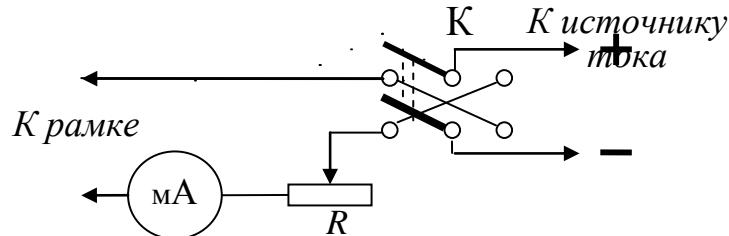

Рис. 7.2.
где  $N$  - число витков в рамке,  $I$  - сила тока, протекающего в рамке,  $L$  - длина стороны рамки. Рамка подключается к выпрямителю при помощи двойного перекидного ключа  $K$  (рис. 7.2). Это позволяет изменять направление тока в рамке, чтобы исключить ошибку, связанную с неточностью исходного положения рамки. Сила тока рамки  $I$  измеряется миллиамперметром (mA) и может изменяться реостатом ( $R$ ).
*Соберите* измерительную цепь в соответствии с рис. 7.2.